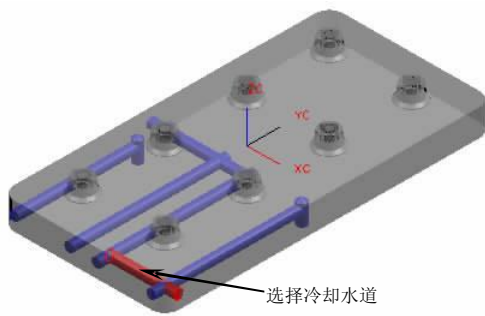
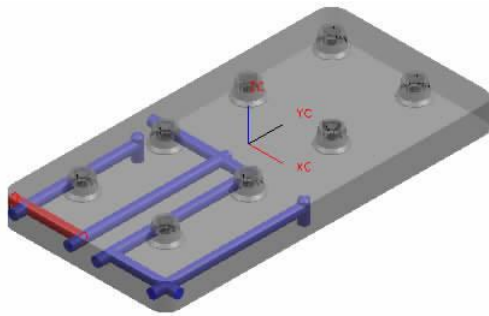

图5-85
图5-86
- 选择冷却水道，如图 5-85 所示，在【装配】工具条中单击【镜像装配】按钮，弹出【镜像装配向导】对话框。单击【创建基准平面】、【YC-ZC】和 **确定** 按钮，单击两次 **下一步 >** 和 **完成** 按钮创建镜像冷却水道，如图 5-86 所示。